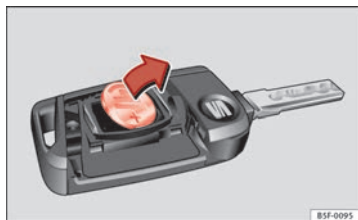

Fig. 49 Chave do veículo:
- Extraia a pilha do compartimento com um objecto fino adequado ⇒ Fig. 49.
- Coloque a pilha nova no compartimento, pressionando-a tal como se mostra ⇒ Fig. 49, no sentido contrário ao da seta ⇒ ❷.